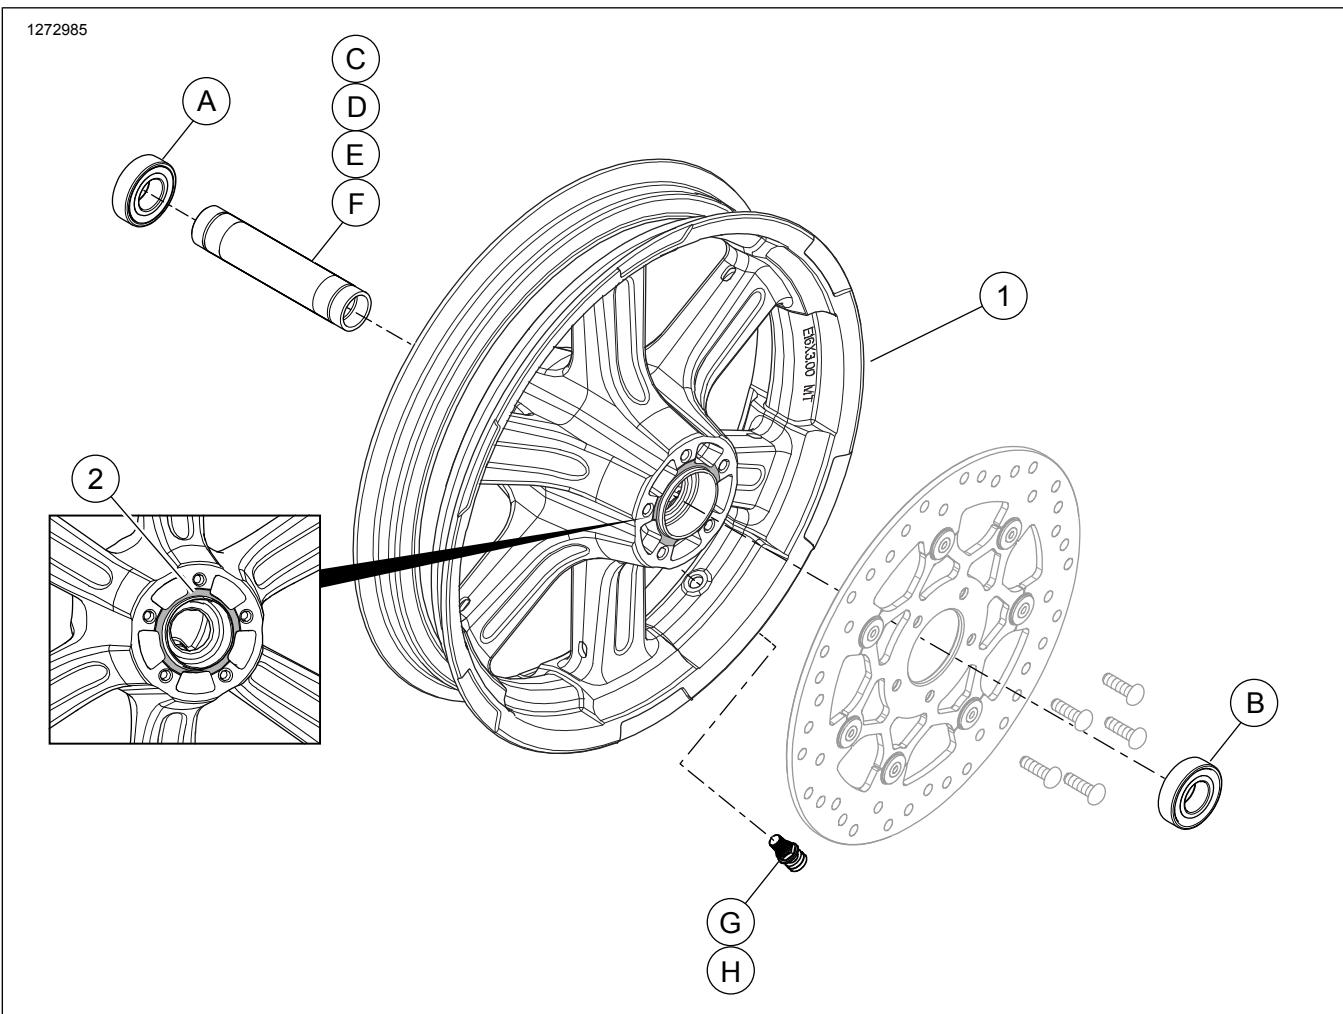

Figura 2. Parts tas-Service: Kit tar-rota ta' quddiem
Dan il-kit jinkludi r-rota personalizzata biss. Ara Figura 2 u Tabella 3 qħall-kontenuti tal-kit.
2. Ara Figura 2 . Installa l-assemblaġġ tal-istem tal-valv fuq ir-rota. Ara l-Manwali tas-Servizz.